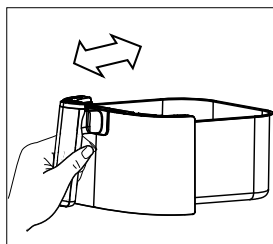
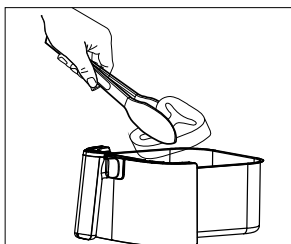

Fig. 4
Fig. 5
- ▶ Para obtener los mejores resultados, durante la cocción, agite el recipiente de freír (8) (fig. 4), o dé la vuelta a los alimentos (fig. 5), en especial, si los alimentos se superponen.